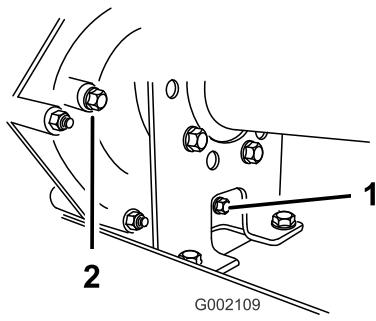
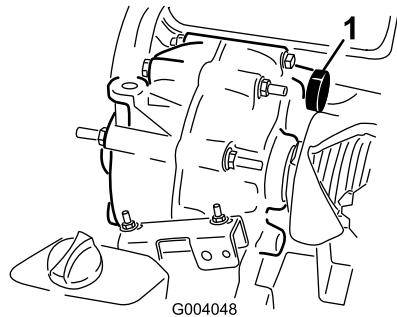

Figura 48
Figura 49
2. Rimuovete il tappo di spurgo dal lato destro del serbatoio (Figura 48) e lasciate defluire il fluido in una bacinella. Quando il fluido cessa di scorrere, montate il tappo e serratelo.
3. Riempite il serbatoio (Figura 49) con circa 1,4 litri di olio motore SAE 10W30, fin quando il livello dell'olio non raggiunge la parte inferiore del foro indicatore di livello (Figura 48).